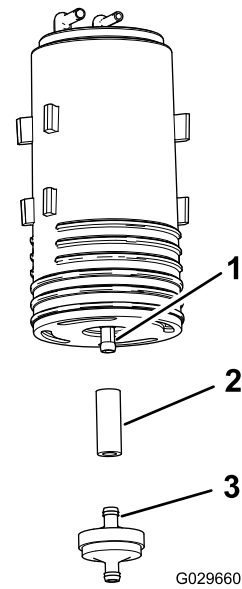

図 55
- 外したカーボンキャニスタの下側のフィッティングからフィルタと短いホースを取り外す 図 55。
- 新しいカーボンキャニスタの下側フィッティングに、ホースを接続する 図 55。
- ホースに、新しいカーボンキャニスタのフィッティングを取り付ける 図 55。